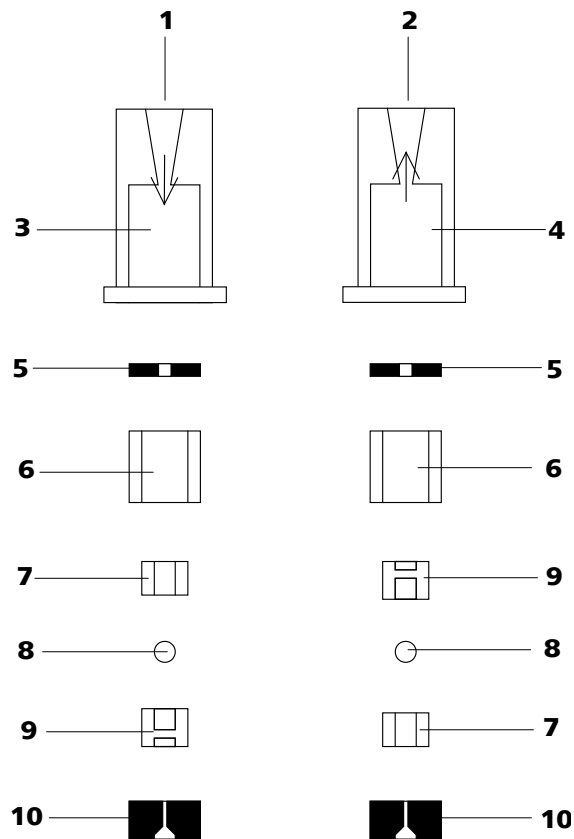

Abbildung 34 Bestandteile von Einlassventil und Auslassventil
- Einlassventil und Auslassventil bestehen aus den gleichen Bestandteilen, die nur unterschiedlich angeordnet sind (siehe Abbildung 34, Seite 67).
Ventilbestandteile *gemäss* Abbildung 34, Seite 67 wieder zusammensetzen.
- Die übrigen Ventilbestandteile in der richtigen Reihenfolge (*siehe Abbildung 34, Seite 67*) aufeinander legen.
Ist dies nicht der Fall, muss das Ventil nochmals zerlegt und richtig zusammengesetzt werden (*siehe Abbildung 34, Seite 67*).